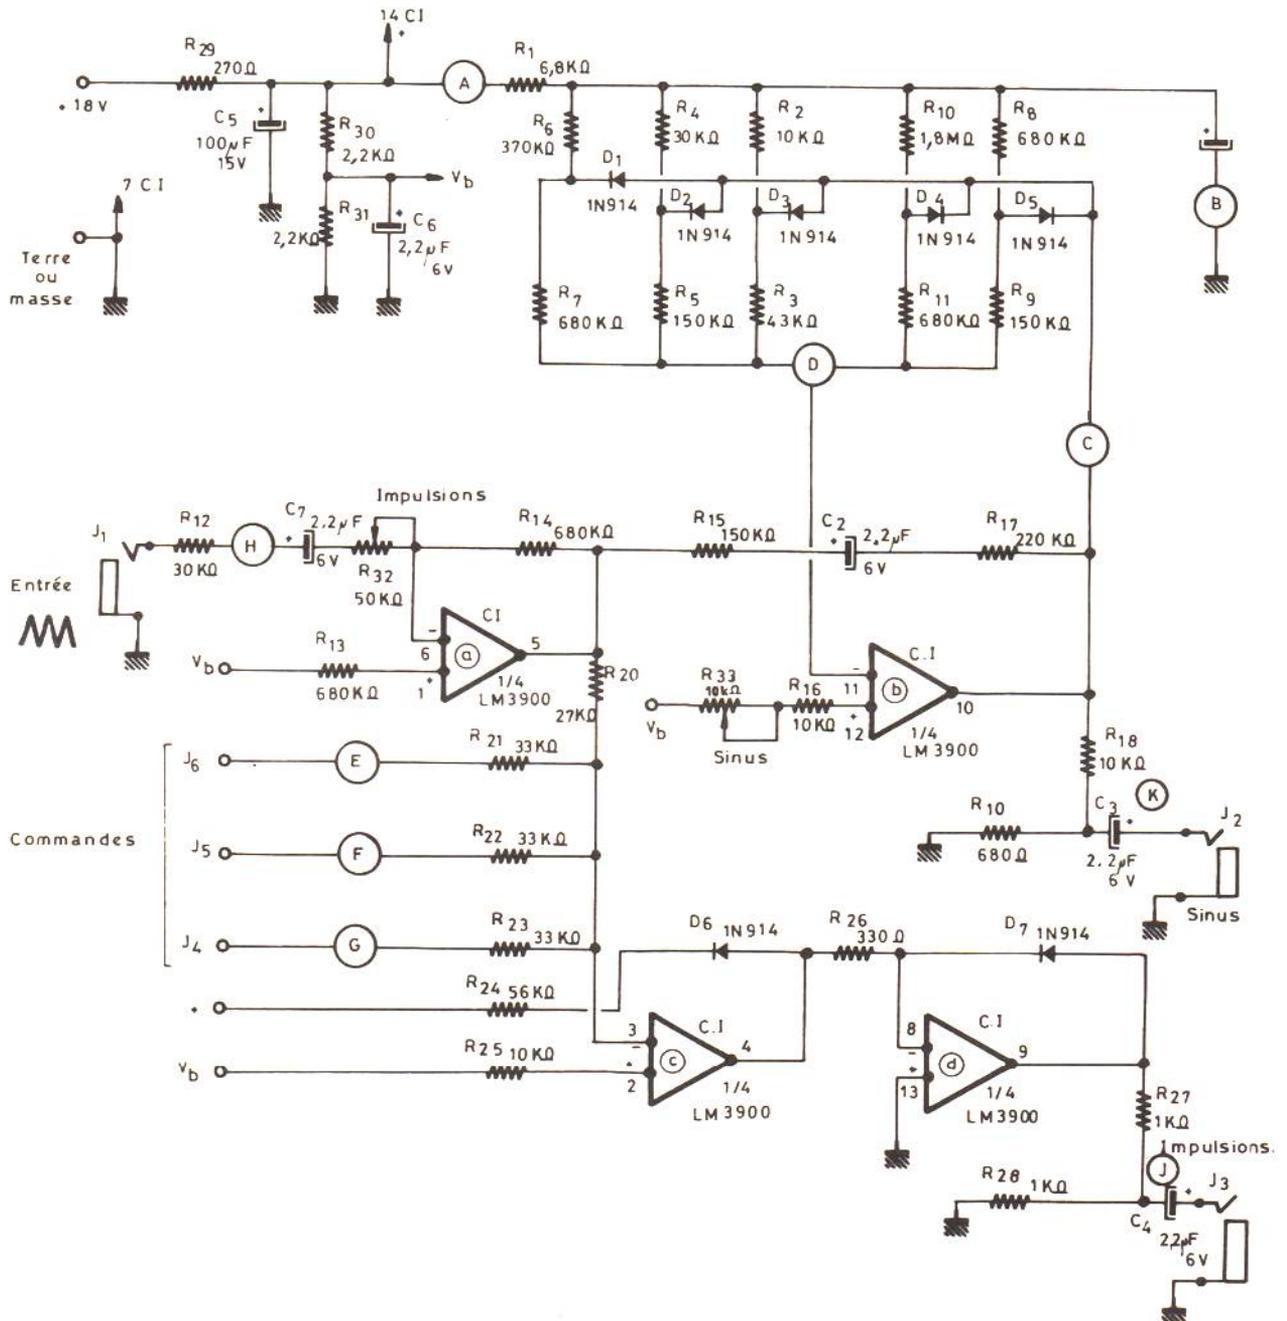

Figure 21
Sur le schéma de la figure 21, les points d'alimentation sont visibles en haut et à gauche : (7) CI = broche 7, à la masse, et (14) CI = broche 14. Remarquons que le CI est alimenté à partir du point + 18 V de l'alimentation générale du synthétiseur
Le dernier module proposé par Simonton, dans la description de son synthétiseur est le modulateur à impulsions dont le schéma est donné à la figure 21.
A partir du point (A), qui coïncide avec le 14 du CI, on a obtenu une autre tension continue V_b , réduite et filtrée par R_{10} - R_{11} et C_6 . Le point V_b apparaît plusieurs fois sur le schéma et il va de soi que tous ces points devront être réunis pour constituer une ligne de tension V_b . Le montage de la figure 21 est à commande par tension. Les tensions de commande sont applicables aux points J_4 , J_5 , J_6 .
Grâce à ce module on peut, à partir d'une tension triangulaire, appliquée à l'entrée J_1 , obtenir une tension sinusoïdale à la sortie J_2 et une tension à impulsions en J_3 (voir figure 21).